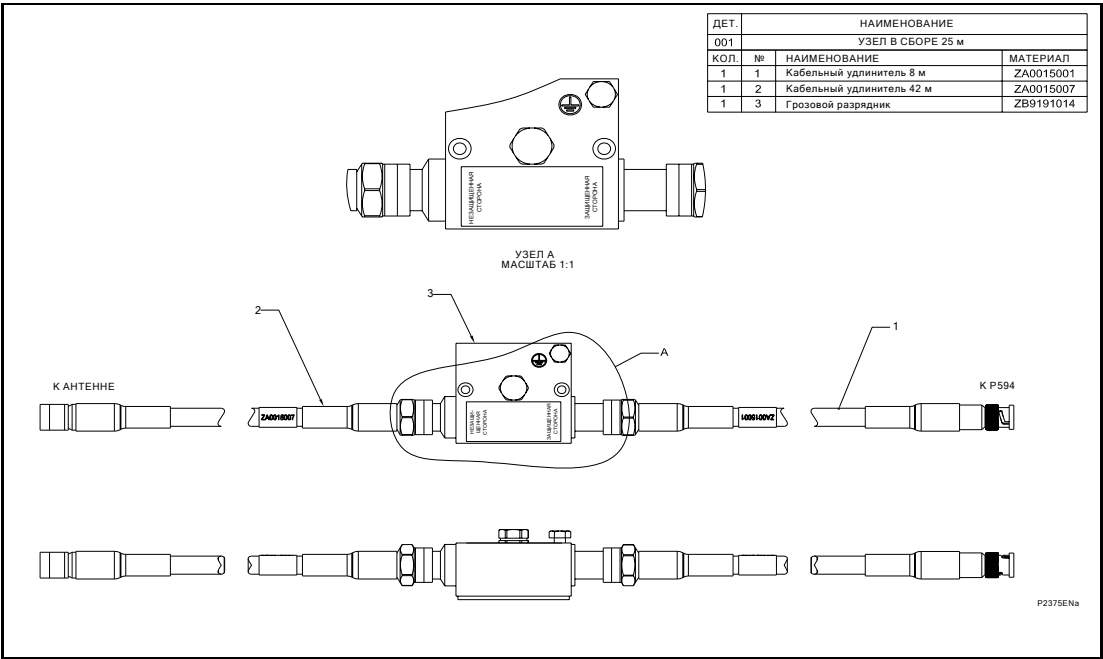

Рис. 3. Состав комплекта с антенным кабелем 50 м
- Антенну следует устанавливать над линией крыши с обзором на 360 градусов по горизонтали и 150 градусов по вертикали (угол маскировки сигнала не должен превышать 15° по отношению к горизонту — см. рис. 3). В идеале, в зоне видимости вообще не должно быть препятствий, таких как металлические конструкции или здания. **Не следует допускать установку антенны ниже линии крыши.** Если угол маскировки превышает 15° по отношению к горизонту (т. е., присутствует крупное препятствие), антенну следует установить в другом месте или на более высокой опоре. Любые препятствия в зоне видимости антенны могут негативно отразиться на способности P594 обеспечивать временную синхронизацию сигнала для реле P54x или P847.